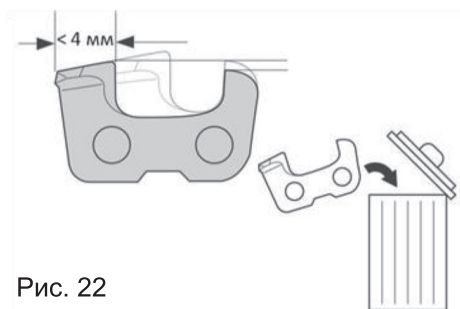

Рис. 22
3. Следите за тем, чтобы режущая кромка все зубьев пильной цепи, с обеих сторон, была бы после заточки до одной и той же длины. В противном случае, заточенную цепь при пилении, будет «уводить» вправо или влево. Если длина режущей кромки зуба уменьшилась до 4 мм (рис. 22), пильная цепь считается изношенной и подлежит замене.